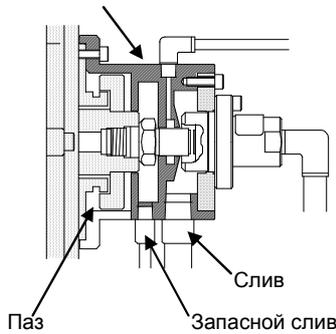

Рис. 2. Корпус опоры поворотного сочленения
- Проверьте отсутствие утечки СОЖ из стока на опорной раме поворотного сочленения. (см. рис. 2)
- Проверьте отсутствие утечки СОЖ из паза на опорной раме поворотного сочленения. (см. рис. 2)